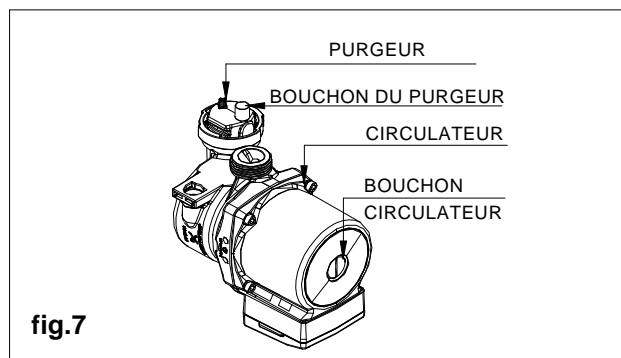

fig.7
- contrôler que le bouchon du purgeur du circulateur soit légèrement desserré pour permettre à l'air de sortir (fig.7) ;